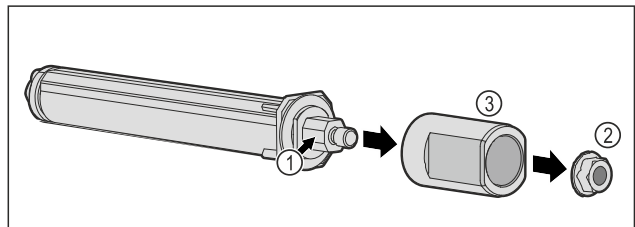

Fig. 54
- ▶ Non disassemblare il sistema di chiusura della porta Fig. 54 (1).
- ▶ Rimuovere il daco Fig. 54 (2).
- ▶ Rimuovere il manicotto Fig. 54 (3).